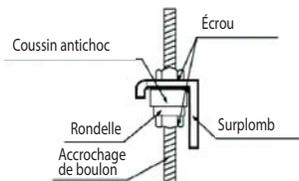

Figure 7 – Fixation du module
5. Fixez le module à l'aide d'écrous et de rondelles sur les deux côtés du support de montage. Vérifiez que les tiges filetées ne dépassent pas plus de 2 po (50 mm) sous les supports de montage (consultez la figure 7).